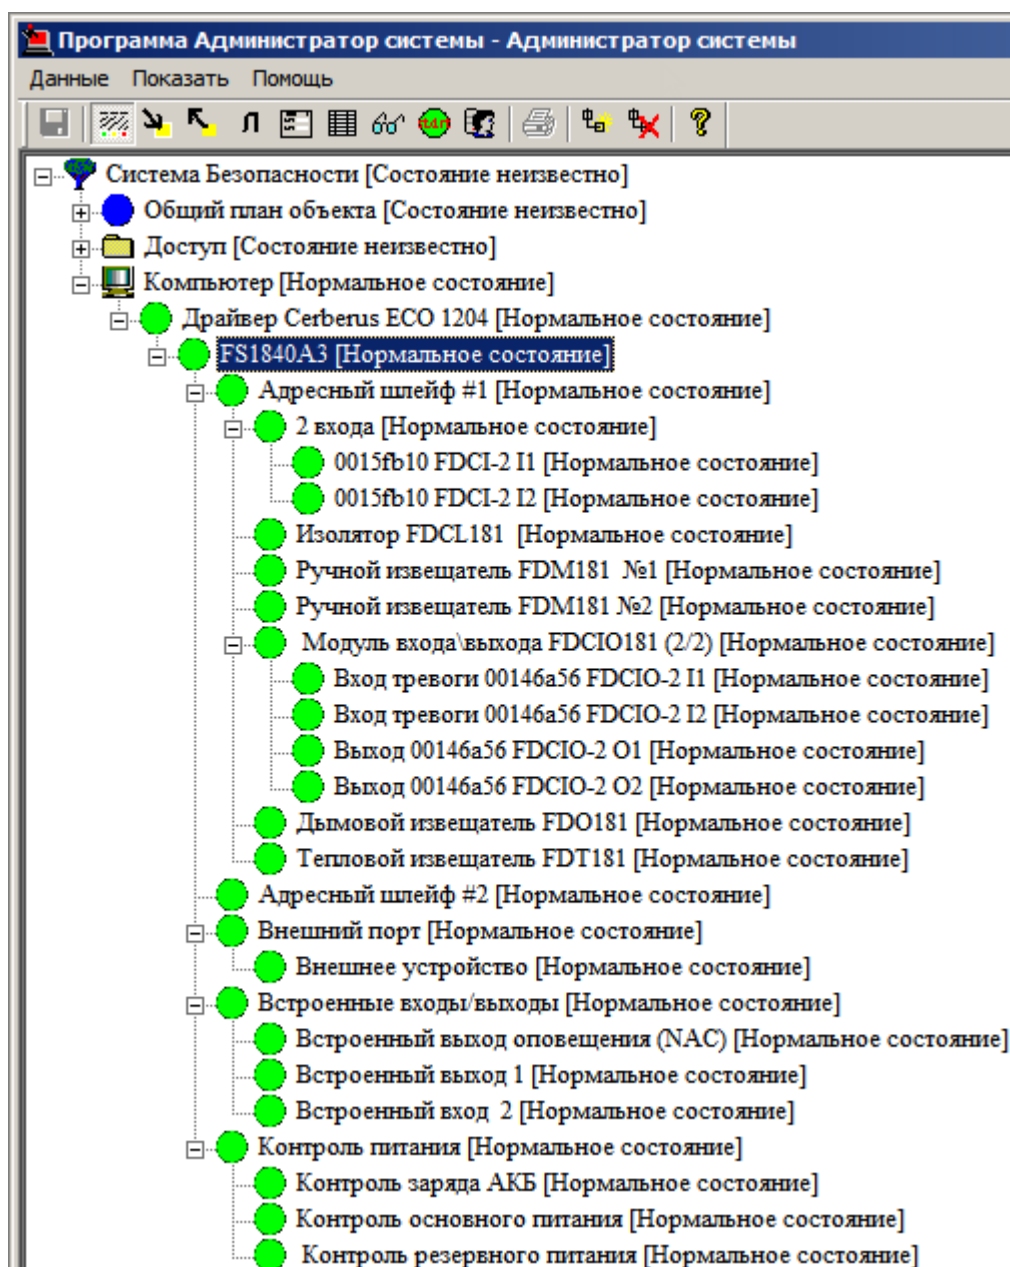

Рисунок 11 — Пожарная панель. Пример дерева конфигурации
4. Пример дерева конфигурации (рисунок 11).